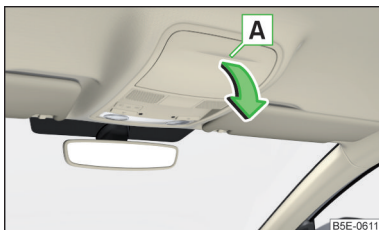

Fig. 88
- Pentru **deschiderea** sa, apăsați pe capacul compartimentului pentru ochelari în zona **A**. Compartimentul se rabatează în sensul săgeții » fig. 88.